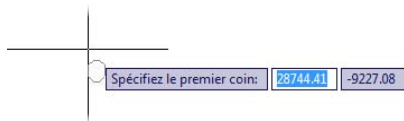

Figure 5.11
1. Sélectionnez l'outil Texte puis spécifiez les premier et deuxième coins de la fenêtre de texte qui doit apparaître sur l'écran (voir Figures 5.11 et 5.12).